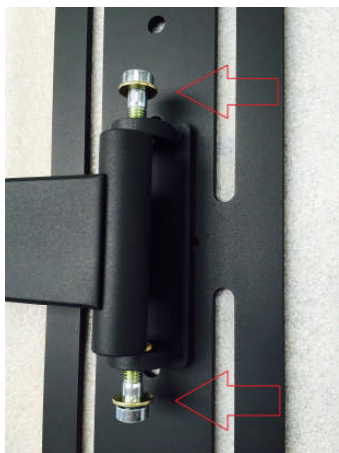
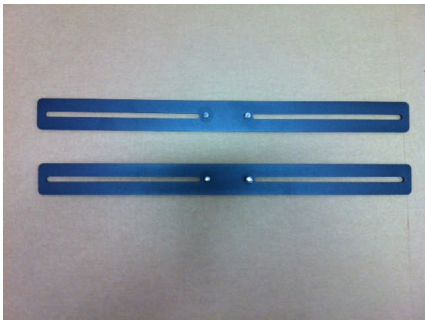

Abb. 2
Abb. 3
- 6) Am Ende des Auslegearms nun die senkrechte TV Montageplatte anbringen (Abb. 2 rote Pfeile)
- 2) zu zweit nun den Flachbildschirm mit den rückseitigen Gewindestiften (an den Streben aus Abb. 3) in die senkrechte Montageplatte (siehe Abb. 2) des TV-Halters einführen, optisch gerade ausrichten und von hinten mit den 2 Muttern M10 fest verschrauben – Bitte Unterlegscheiben verwenden.